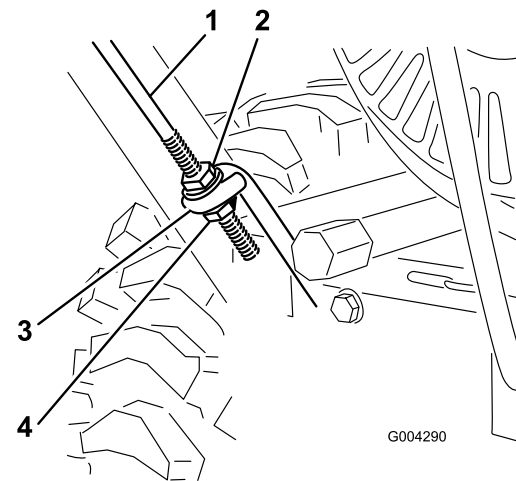

Figure 4
4. Placez le côté gauche du guidon en appui contre le côté de la déneigeuse et insérez le bout de la tige de déplacement dans la boucle (Figure 4).
3. Vissez un écrou à embase (pas le contre-écrou à embase), embase en bas, sur la tige de commande de déplacement fixée au côté gauche du guidon (Figure 4).
- Vissez le contre-écrou à embase (embase en haut) sur le bas de la tige de commande de déplacement, sous la boucle (Figure 4).